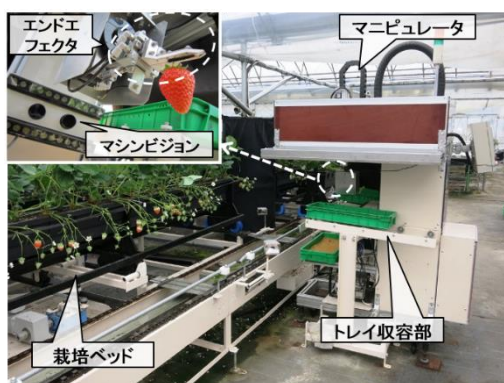

図 1 定置型イチゴ収穫ロボットの外観
1. 定置型イチゴ収穫ロボットは、循環式移動栽培装置と組み合わせて利用します。本ロボットは、イチゴを摘み取るエンドエフェクタ、果実を認識するマシンビジョン、果実にエンドエフェクタを接近させるマニピュレータ、およびトレイ収容部から構成されます (図 1)。